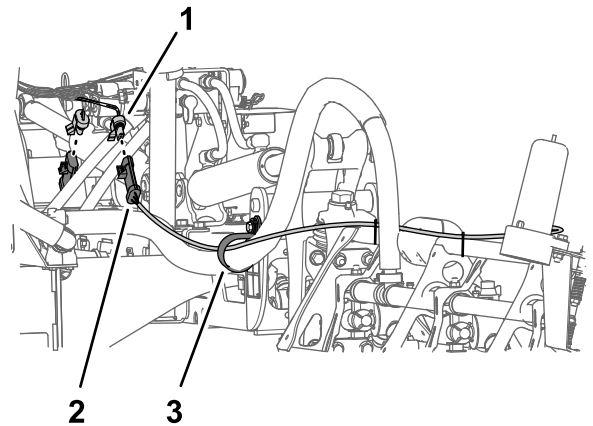

图 26
- 从机器线束的 3 插槽接头中断开超声波喷洒臂平行组件线束的 3 针接头图 26。